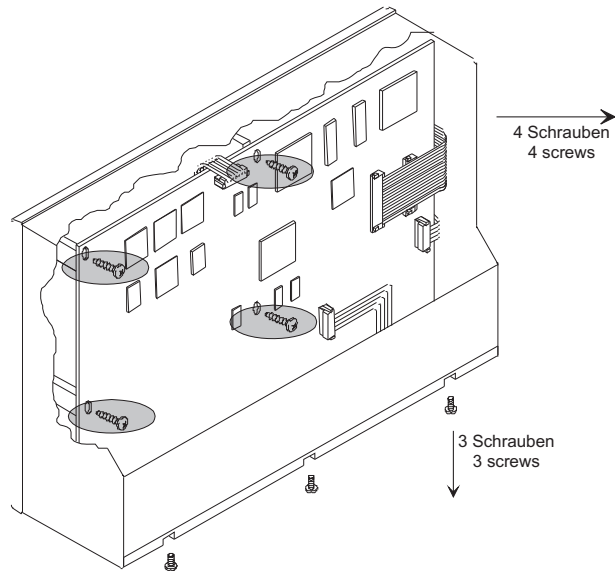

Bild 4-3: Lösen der Hauptplatine und der Anschlussplatte
5. Entfernen Sie nach dem Lösen der vier Befestigungsschrauben der Hauptplatine und der unteren Befestigungsschrauben auf der Geräteunterseite die Anschlussplatte und die Hauptplatine. (Bild 4-3)